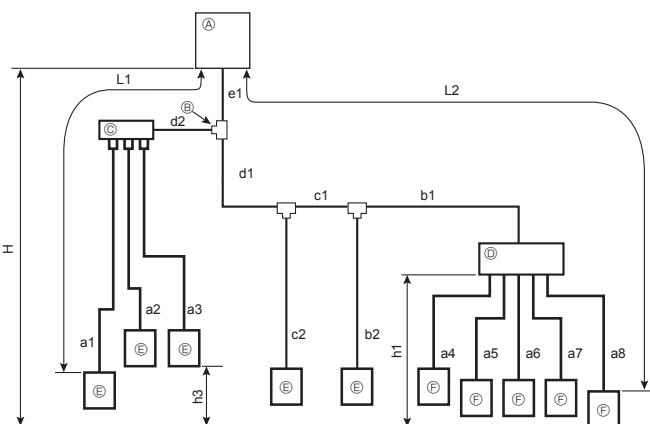

Fig. 4-3 (a)
4.2.3. Blandet system (City Multi-indendørsenheder og indendørsenheder i M-, S-, P-serien via forgreningsboks) (Fig. 4-3)